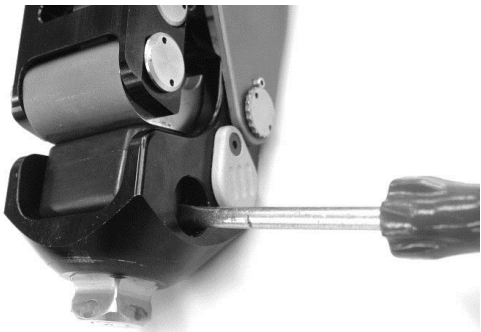

Fig.3 Ejection de l'amortisseur
- Comme illustré Fig.3, pousser l'amortisseur vers l'arrière en accédant, avec un tournevis à tête plate, par l'orifice latéral. S'assurer alors que la vis d'ajustement est réglée au minimum.